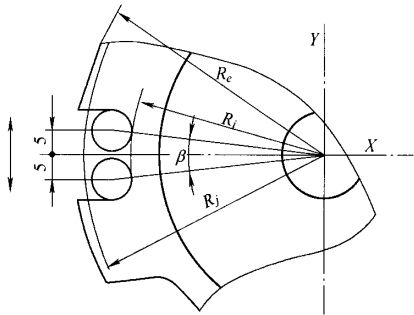

图 3
(2) 左右铣齿 保证齿根圆弧定位尺寸(如图3所示):当最后一分齿工作进行完后,立铣刀不动。按图3示偏移量5mm换算成角度 $\beta = 2\arcsin 5/R_j$;使工件以工作台中心为中心,先朝一个方向转动一个 $\beta/2$ 角度,铣出第一个齿根圆弧,然后剩余齿仍按原分齿角度(36°)进行分齿加工。当一侧方向齿根圆弧加工完成后,进行反方向的齿根圆弧加工(此时,回转工作台偏转角度为: β),具体步骤同上。